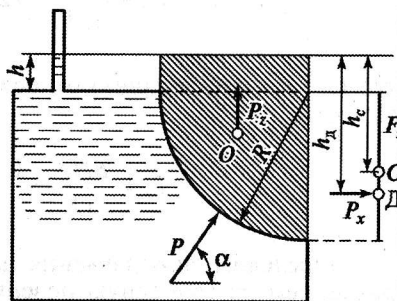

Рис. 3.6
**Задача 3.6.** Определить силу давления воды на цилиндрическую стенку резервуара (рис. 3.6), а также угол наклона к горизонту линии действия этой силы  $\alpha$ , если радиус стенки  $R = 2$  м, ширина стенки  $B = 3$  м, высота уровня воды в трубке пьезометра, установленного на верхней крышке резервуара,  $h = 0,5$  м.